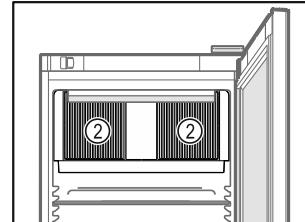

Fig. 58
- Mbani të lira kanalet e ajrimit Fig. 58 (2) të ventilatorit të qarkullimit të ajrit në hapësirën e brendshme.